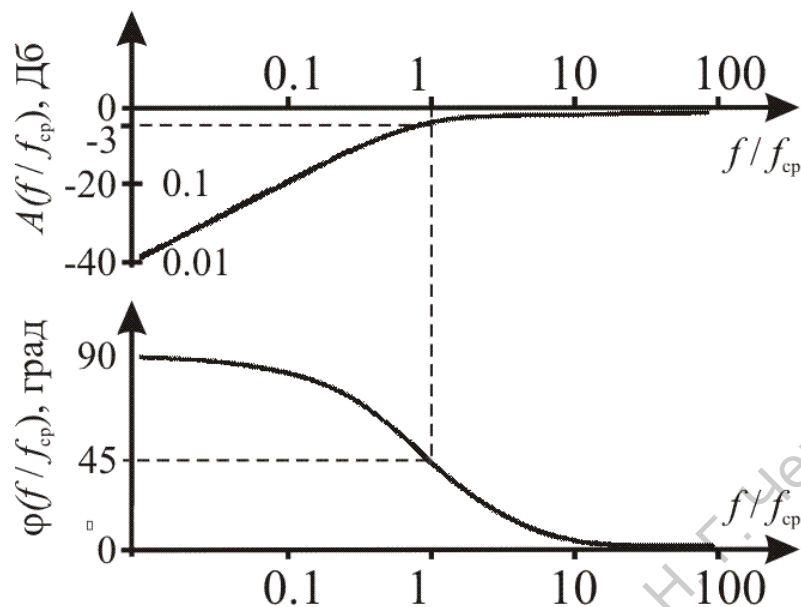

Рис. 4 АЧХ и ФЧХ простого RC-фильтра верхних частот. Значения на оси абсцисс нормированы на частоту среза фильтра.
Выражение для частоты среза ФВЧ совпадает с выражением для ФНЧ (8). АЧХ и ФЧХ простого RC-фильтра верхних частот представлены на рис. 4. Значения на оси абсцисс нормированы на частоту среза фильтра.